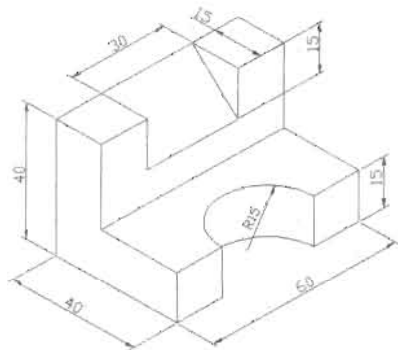

图 11-118
(1) 绘制如图 11-118 所示的机器底座轴测图 (本练习主要是对等轴测直线的练习)。